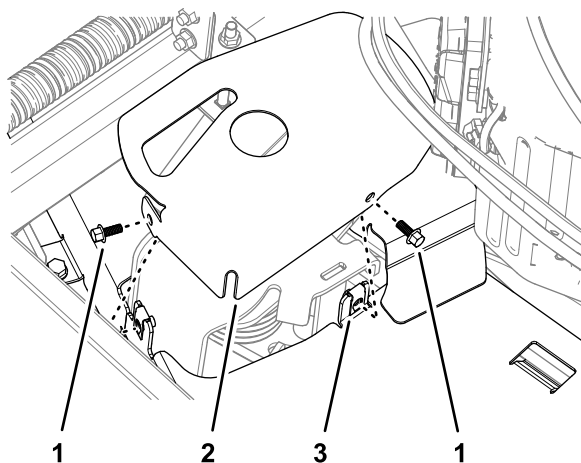

Bild 45
4. Montieren Sie die Spannerabdeckung an der linken Riemenabdeckung mit den beiden Bundkopfschrauben, die Sie in Entfernen der linken Riemenabdeckung \(Seite 30\) entfernt haben, wie in Bild 45 dargestellt.